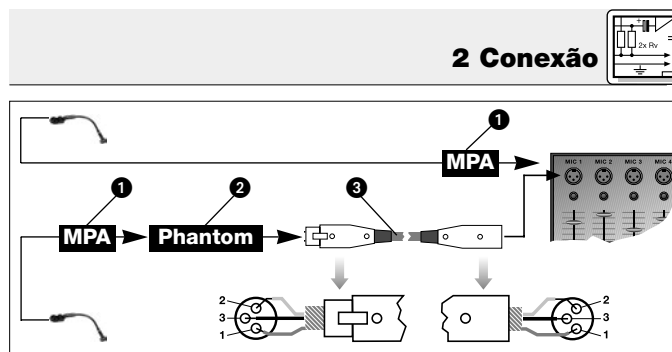

Fig. 1: Conexão a uma entrada balanceada
Veja fig. 1.
3. **Se a sua mesa de mixagem não possui uma alimentação fantasma**, ligue o adaptador de alimentação fantasma (1) a um alimentador fantasma opcional da AKG (2) (N 62 E, N 66 E, B 18, B 15) e ligue o alimentador fantasma a uma entrada balanceada com um cabo XLR (3) (por exemplo AKG MK 9/10 - não fornecido na embalagem). Veja fig. 1.